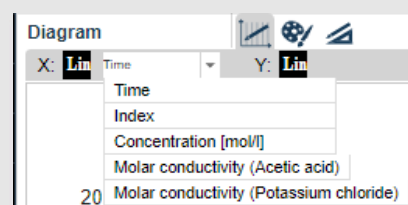

Рис. 7: Выберите "Концентрация" в качестве оси x
- На диаграмме выберите "Концентрация" в качестве оси x (см. рис. 7).